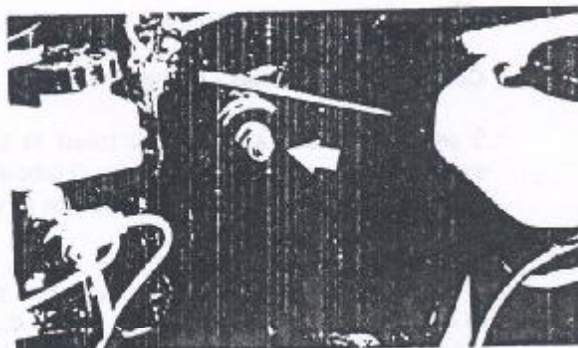

Figura 4.07.4 - Fixação do braço superior da suspensão
3. Remover o parafuso e a porca de fixação do eixo superior do conjunto do "Spring Shock" ao braço superior da suspensão (Figura 4.07.4).
5. Remover a porca e o parafuso de articulação do braço superior da suspensão. Remover as arruelas e remover o braço superior da suspensão de seu suporte no chassi (Figura 4.07.4).